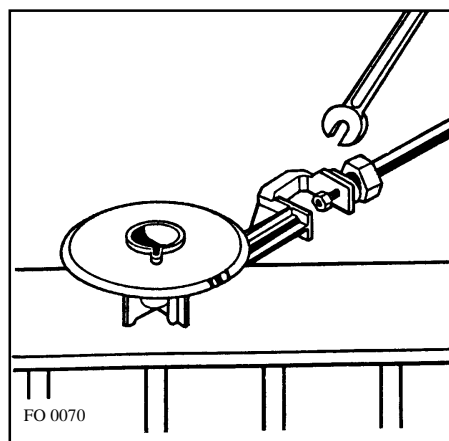

Fig. 30
- con una llave número 7 destornille y quite la tobera (fig. 30) reemplazandola con la nueva (véase tabla de toberas).